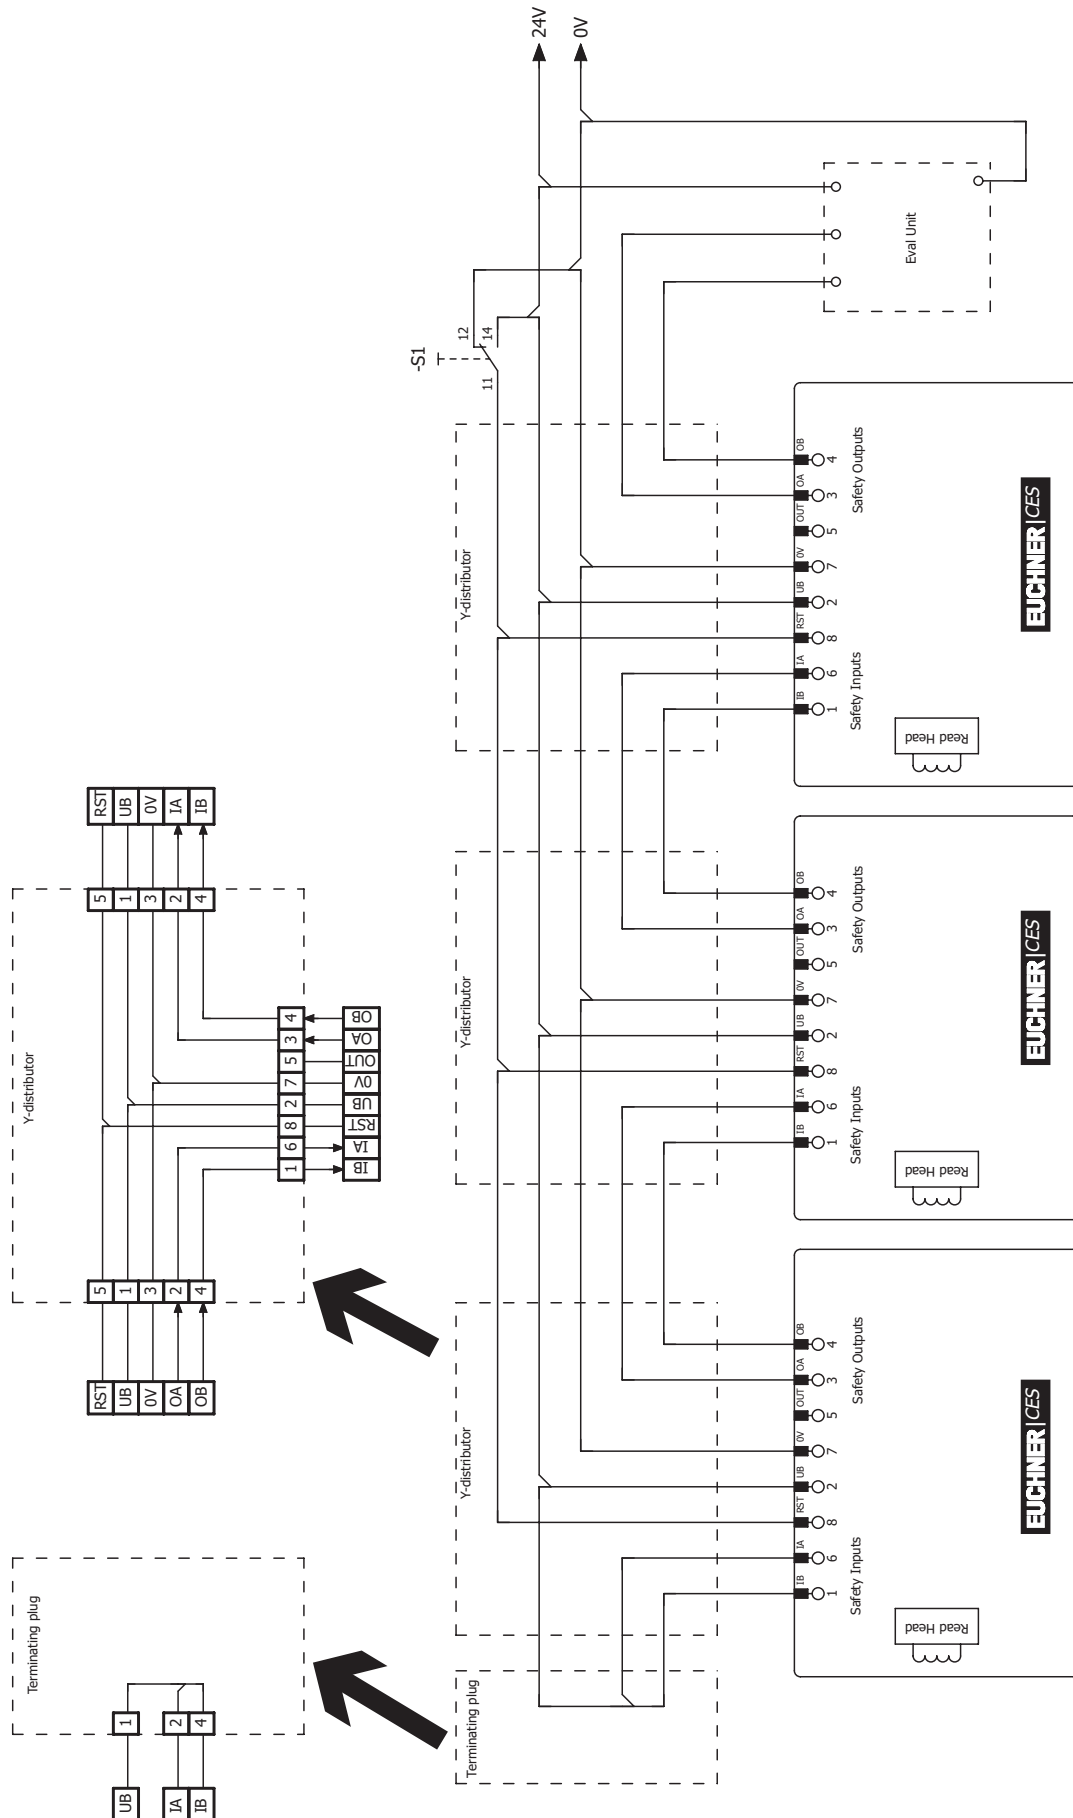

Bild 4: Anschlussbeispiel für Reihenschaltung mit Reset und Wechselschalter
- Es muss ein gemeinsames Signal für alle Schalter in der Kette verwendet werden. Dies kann ein Wechselschalter sein, es kann aber auch der Ausgang einer Steuerung verwendet werden. Ein Taster ist nicht geeignet, da der Reset im Betrieb immer auf GND liegen muss (siehe Schalter S1 in *Bild 4 auf Seite 17*).
Damit dies möglich ist, muss der Eingang RST wie in *Bild 4 auf Seite 17* beschaltet sein.